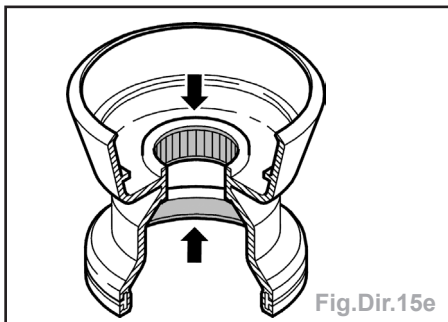

Fig.Dir.15e
- Assurez-vous que le roulement à aiguilles situé dans le soufflet de protection est bien dans la gorge qui lui est réservée. Lubrifiez le roulement à aiguilles situé dans le soufflet de protection. Utilisez une graisse basse température **N/P 1161427-8** (6 grammes) (fig. dir.15e).